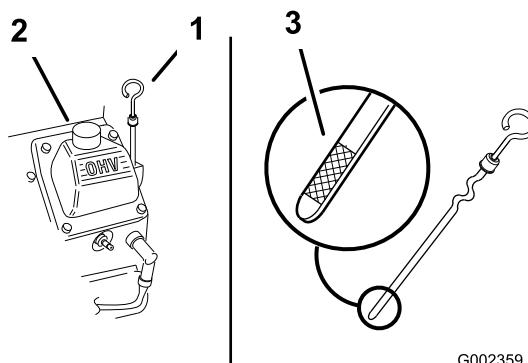

Figura 16
2. Pulite attorno all'asta di livello (Figura 16) in modo che la morchia non possa penetrare nel foro di rifornimento e danneggiare il motore.
- Il livello dell'olio deve raggiungere la tacca di pieno sull'estremità metallica dell'asta (Figura 16).
3. Togliete l'asta di livello, asciugatela e reinseritela a fondo (Figura 16).